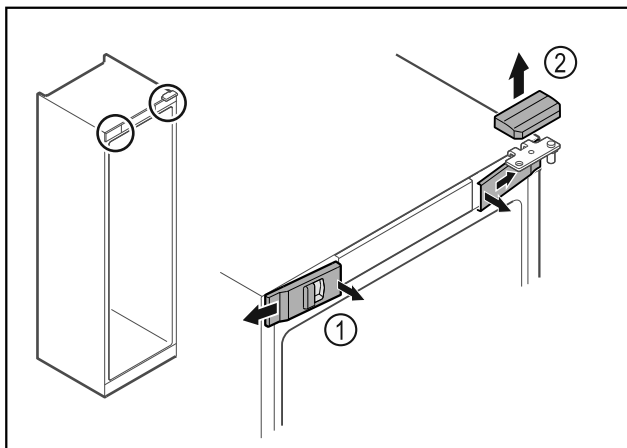

Fig. 7*
- ▶ Desencajar las cubiertas delanteras Fig. 7 (1) del interior y dejarlas a un lado.*
- ▶ Retirar hacia arriba la cubierta superior Fig. 7 (2)*